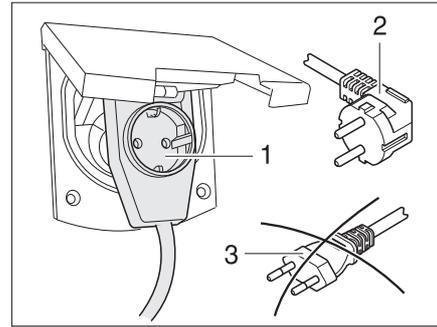

Fig. 179 Conexión a un conector con salida lateral del cable con caja de enchufe
▶ Al utilizar un acoplamiento acodado CEE 17, con caja de enchufe incorporada en el lado trasero (Fig. 179,1), emplear únicamente un conector IP 44 de goma impermeable, con contacto protector (Fig. 179,2). No utilizar conector sin contacto protector (Fig. 179,3). ¡Peligro de electrocución!